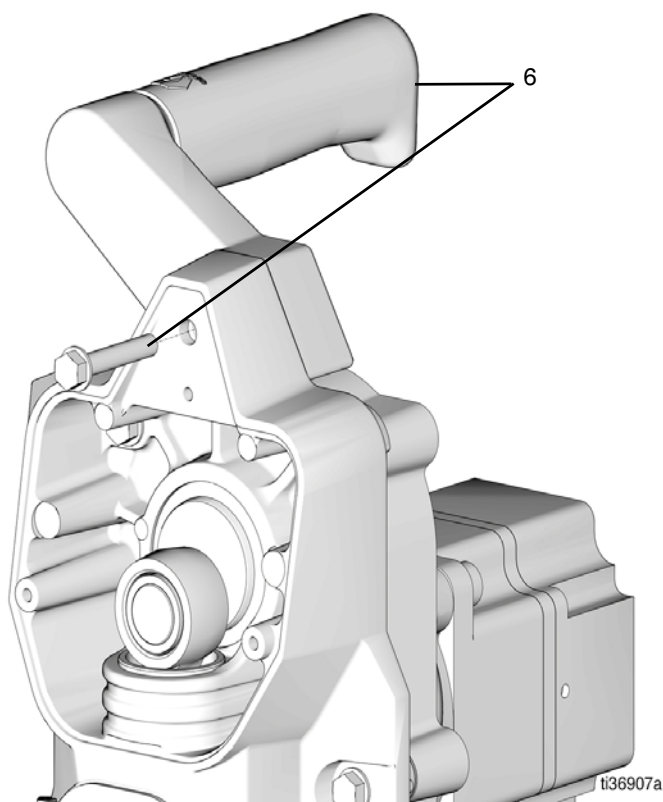

FIG. 13
13. Fije el asa (6) con el tornillo (6) y apriételo firmemente (FIG. 13).